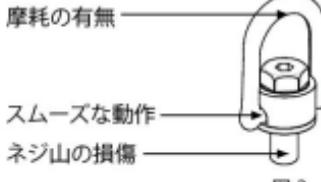

図3
- 定期的にアンカーポイントの各パーツを検査してください(図3)。